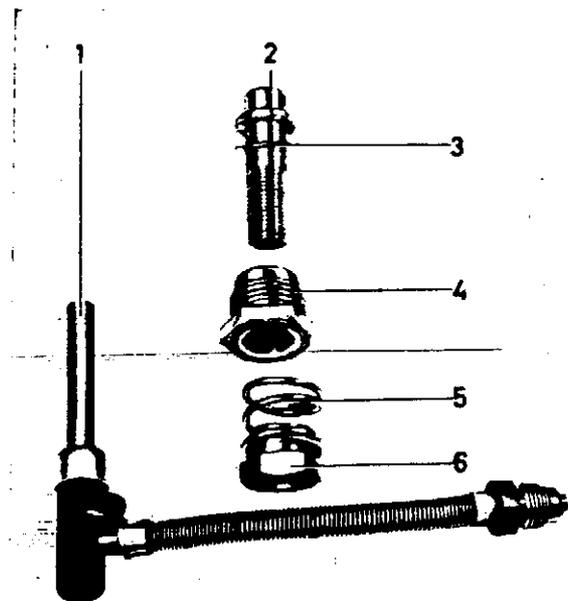

Abb. 28 Düse, zerlegt
Einstellmutter, Sicherungsmutter und Düsenhalter ausbauen, siehe Abb. 28.
3. Düsenhalter und Sicherungsmutter einsetzen, siehe Abb. 28. Düse einschieben und zentrieren, siehe „Zentrieren der Düse“.
4. Feder für Stellmutter und Düse einbauen (Abb. 28).
Vergaser mit dem Vierlochflansch nach unten auflegen. Stellmutter der Düse einschrauben, bis das obere Ende der Düse über den Steg reicht. Sicherungsmutter (4, Abb. 28) lösen, den Unterdruckkolben gegen den Steg drücken und einige Male anheben und wieder loslassen. Sicherungsmutter vorsichtig anziehen und die Zentrierung überprüfen, indem der Kolben 5–6 mm vom Steg angehoben und wieder losgelassen wird. Der Kolben soll hierbei mit einem hörbaren Geräusch auf den Steg (die Düse) schlagen.